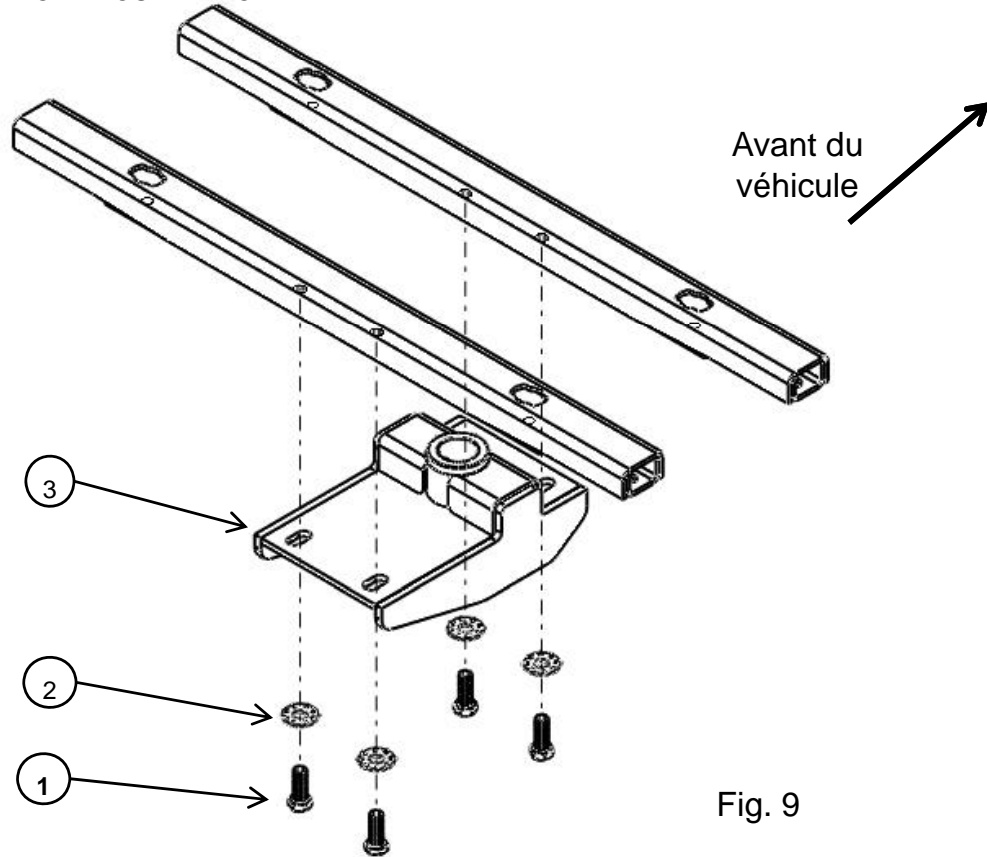

Fig. 9
- Placer l'attelage col-de-cygne Elite Series sous la camionnette (comme illustré à la figure 9); glisser les boulons hexagonaux 3/4 po (1) et les rondelles coniques 3/4 po en place à travers les fentes de la section centrale de l'attelage col-de-cygne (3).